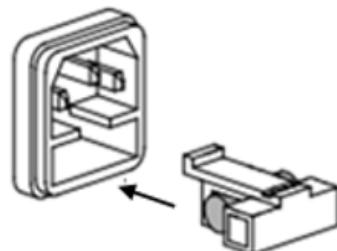

图23 保险丝安装示意图
- 3) 替换完成后请将保险盒重新安装回原位，如图23所示。